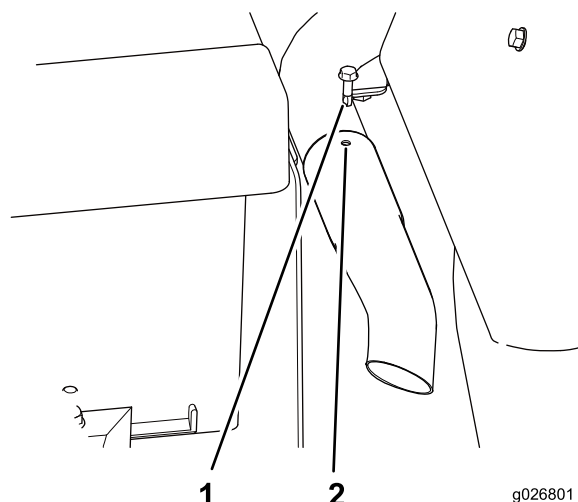

Figura 4
7. Fissate la relativa estensione sul tubo di scappamento della macchina con la vite autofilettante del kit (Figura 4).